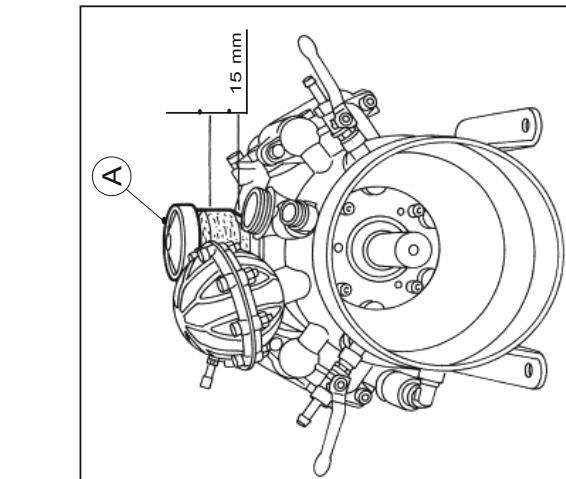

Fig. 1
Verificare ad ogni trattamento che il livello dell'olio nel compensatore volumetrico della pompa (Fig. 1) sia visibile. Non riempire mai completamente il serbatoio (A); è sufficiente vedere la presenza dell'olio per 15 mm.